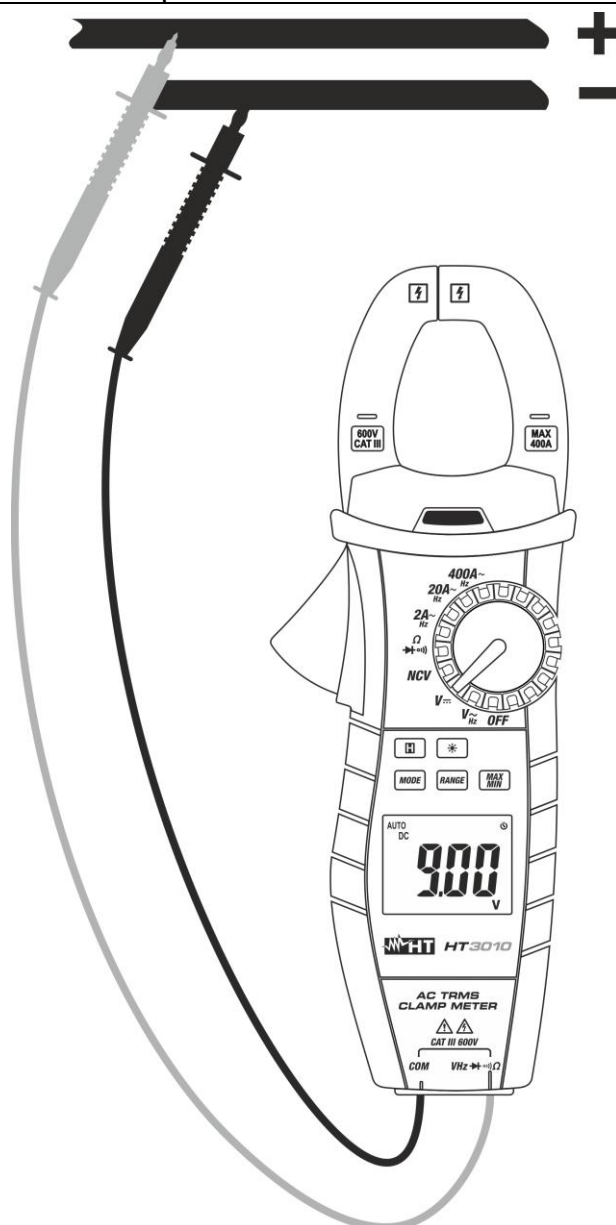

Fig. 3: Utilização da pinça na medição de Tensões CC
3. Colocar as ponteiros nos pontos pretendidos do circuito em exame (ver Fig. 3). O valor da tensão é apresentado no display.
5. A visualização do símbolo "-" no display do instrumento indica que a tensão tem sentido oposto em relação à conexão da Fig. 3.